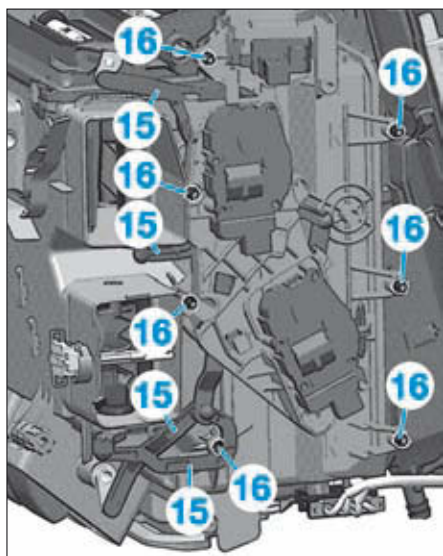

FIG. 26
- les pattes (15) (Fig.26),
- les vis (16).